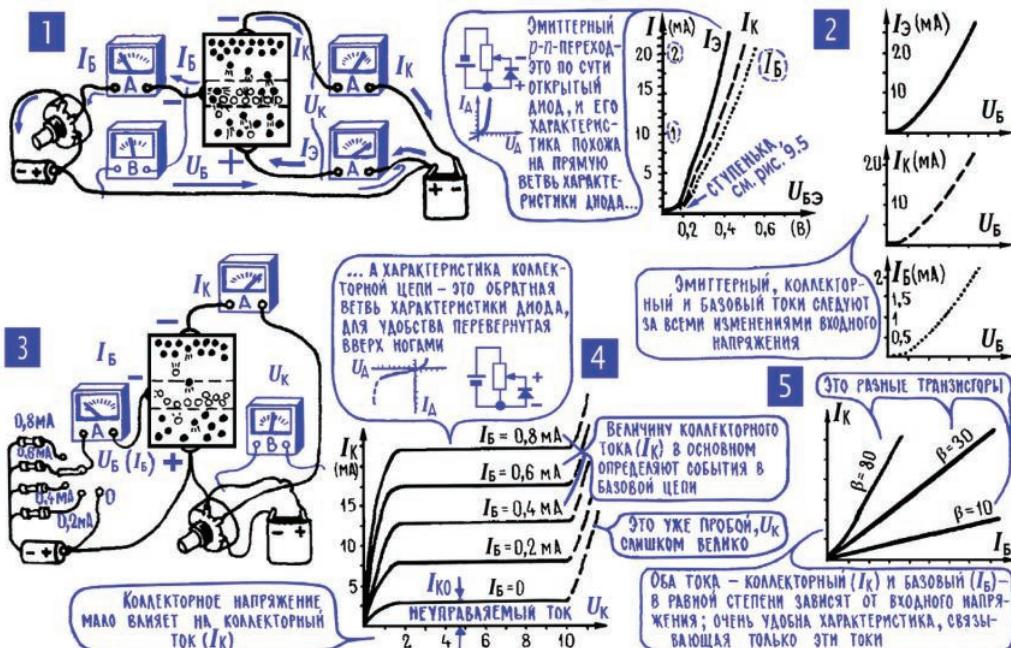
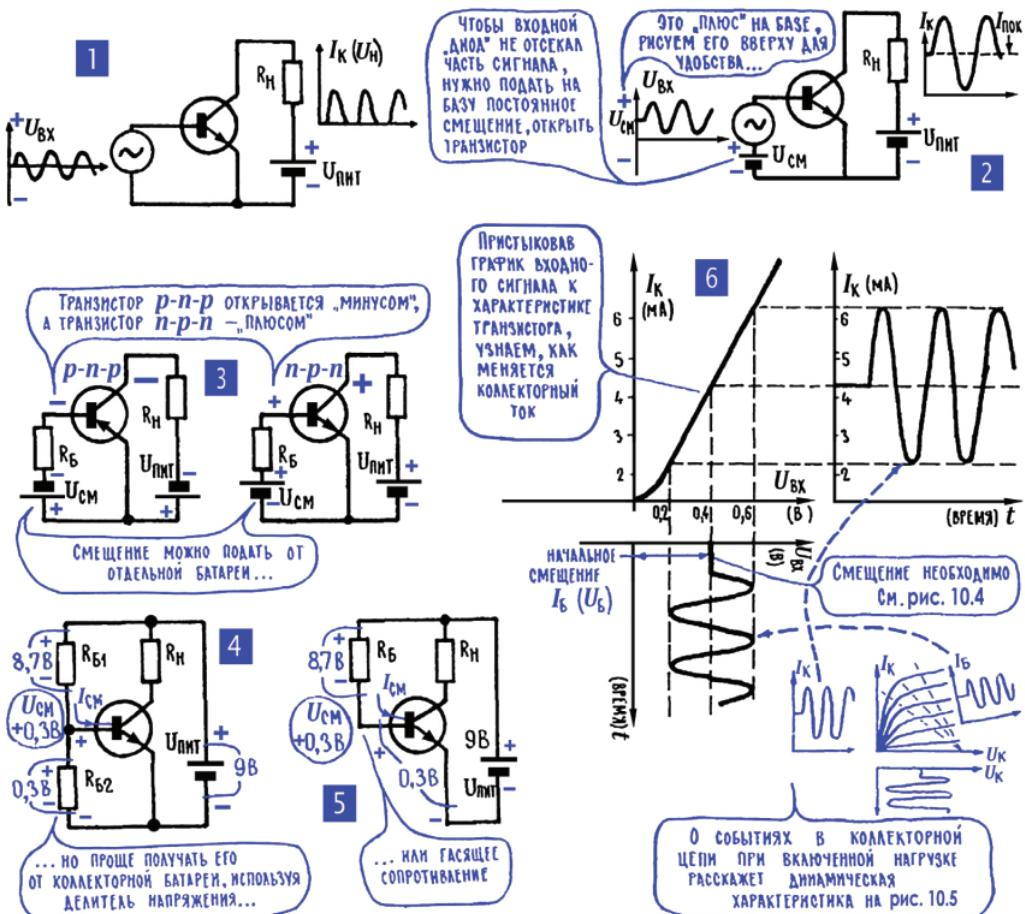
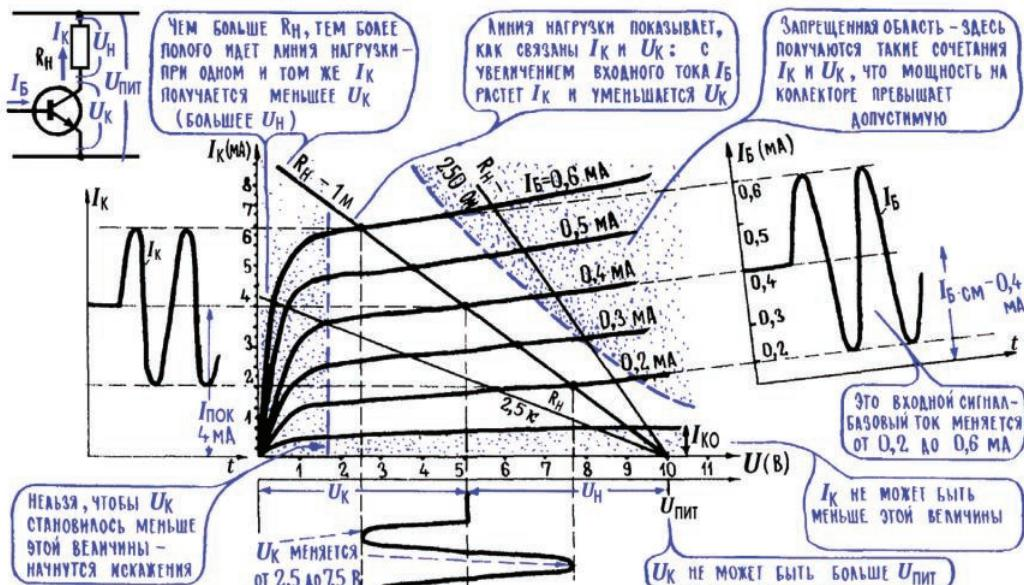
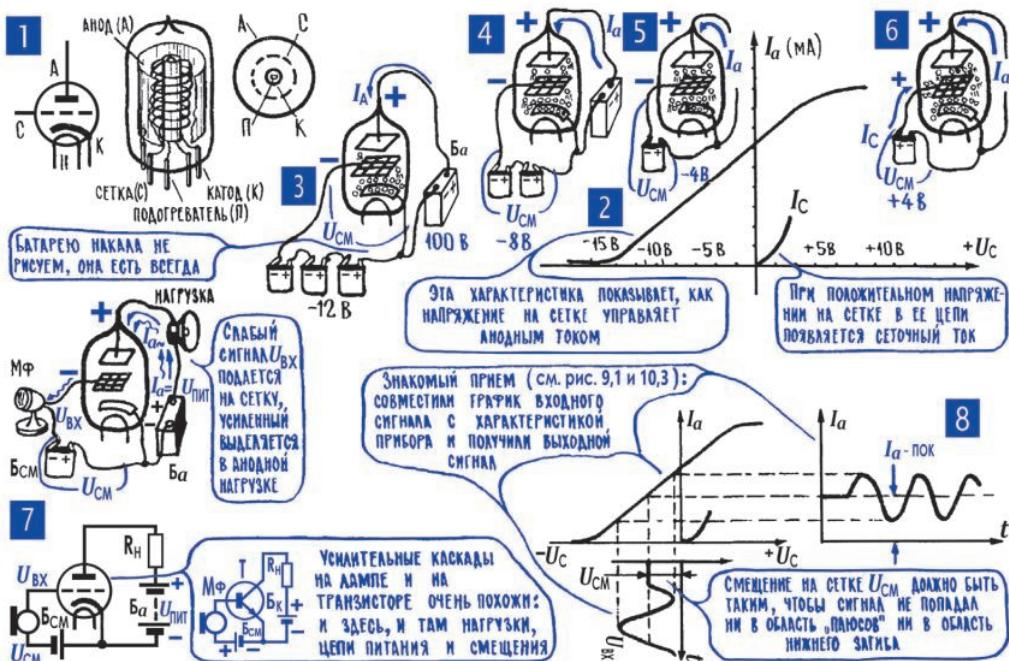

Рис. 10.2. Усилительные функции транзистора
Рис. 10.3. Смещение рабочей точки транзистора
Рис. 10.5. Выходные характеристики транзистора
Рис. 10.7. Электровакуумный триод
Введем несколько обозначений. Все заряды, которые вышли из эмиттера, создают эмиттерный ток  $I_e$  (рис. 10.2; 1), те, что попали в коллекторный переход, создают коллекторный ток  $I_k$ , а те, что сумела захватить база, воспользовавшись своими законными правами, своим «минусом», замыкаются по входной цепи и создают базовый ток  $I_b$ .
**4. О взаимосвязи токов и напряжений в транзисторном усилителе рассказывают его вольт-амперные характеристики.** Зависимость общего тока  $I_s$  в эмиттерном  $p-n$ -переходе от приложенного к нему напряжения  $U_b$ , а вместе с ней зависимость базового тока  $I_b$  и коллекторного  $I_k$  от этого напряжения (рис. 10.2; 2) в точности повторяют уже знакомую нам вольт-амперную характеристику диода (рис. 9.5). Строго говоря, только ток  $I_s$  можно считать истинным током через диод, а токи  $I_b$  и  $I_k$  – это лишь его ответвления, его части. Но части, которые в точности следуют за всеми изменениями целого. Поэтому вольт-амперные характеристики для токов  $I_b$  и  $I_k$  почти в точности повторяют вольт-амперную характеристику для тока  $I_s$ , и если их построить в определенных масштабах (одинаковым
отрезкам на вертикальной оси соответствуют разные значения токов), то все три характеристики будут почти неотличимы (рис. 10.2; 2).
На основе последних двух характеристик можно построить еще одну – она покажет, как зависит коллекторный ток от базового (рис. 10.2; 5), то есть ток  $I_k$ , в котором отражен выходной сигнал, от тока  $I_b$ , в котором отражен входной сигнал. Эта характеристика пойдет тем круче, чем больше коэффициент усиления по току  $\beta$  – одному и тому же изменению базового (входного) тока при разных  $\beta$  будут соответствовать разные изменения коллекторного (выходного) тока.
Нетрудно построить вольт-амперную характеристику и для коллекторного  $p-n$ -перехода. Нужно только помнить, что на коллектор подается «минус» (в  $p-n-p$ -транзисторе), что коллекторный переход работает в режиме диода, включенного в обратном направлении, запертого. Вольт-амперная характеристика коллекторной цепи (рис. 10.2; 4) – это есть обратная ветвь вольт-амперной характеристики диода (рис. 9.5), для удобства лишь перевернутая «вверх ногами». На этой характеристике целое семейство кривых – они относятся к нескольким значениям тока в эмиттерном  $p-n$ -переходе.
**Примечание редактора.** Во избежание недоумений читателя необходимы пояснения по поводу часто и далее упоминаемого автором напряжения база–эмиттер как управляющего током коллектора. В теоретических источниках [1–4] неоднократно подчеркивается, что напряжение эмиттер–база не может выйти за пределы прямого падения напряжения на  $p-n$ -переходе (0,6–0,7 В), так как базовый переход представляет собой диод, включенный в прямом направлении. В этом легко убедиться и на практике, просто померив напряжение база–эмиттер на правильно включенном открытом транзисторе (например, по схеме на рис. 10.13; 1 при верхнем положении переключателя К1). Если вы попытаетесь подать на базу в таком включении напряжение, например, 2 В от достаточно мощного источника, то базовый переход просто выгорит; если ток каким-то образом ограничить (например, резистором, как на рис. 10.3; 5 или том же рис. 10.13; 1), то напряжение установится все равно на уровне 0,6–0,7 В. О каком же управлении коллекторным током с помощью напряжения на базе можно говорить?
**5. Во избежание искажений нужно создать в базовой цепи некоторый начальный ток – ток смещения.** Пристыковав к одной из входных вольт-амперных характеристик транзистора (рис. 10.2; 2) график переменного напряжения, которое нужно усилить, график слабого усиливаемого сигнала, можно получить график его мощной копии, график изменения коллекторного тока. Первая же попытка выполнить такую операцию сталкивает нас с чрезвычайно неприятным явлением, которого, между прочим, следовало ожидать: под действием переменного напряжения во входной цепи транзистора идет не переменный, а пульсирующий ток (рис. 10.3; 1), так же, как шел пульсирующий ток в цепи полупроводникового диода (рис. 9.6). И поэтому в процессе усиления мы до неузнаваемости исказим слабый сигнал, что, мягко говоря, весьма нежелательно. Без подробного анализа обстановки сразу же предложим верный способ борьбы с такими искажениями сигнала: к входной цепи транзистора вместе с усиливаемым сигналом нужно подвести еще некоторое постоянное напряжение, создать некоторый ток смещения. И подобрать этот ток смещения нужно с таким расчетом, чтобы сигнал на входе транзистора, с одной стороны, не переходил опасную границу допустимого прямого тока базы, а с другой – не попадал в область запирающих напряжений, в область «минуса» на базе *n-p-n*-транзистора (рис. 10.3; 2). Устанавливая начальное смещение, очень часто приходится поглядывать и на допустимый коллекторный ток, его тоже нельзя превышать.
**6. Смещение на базу легко подать от коллекторной батареи.** Существуют разные способы введения в базовую цепь постоянного тока смещения  $I_{\text{см}}$ . Можно для этого использовать отдельную батарею (рис. 10.3; 3), а можно подать на базу необходимое постоянное напряжение от коллекторной батареи. Чтобы открыть эмиттерный переход, на базе относительно эмиттера в  $n-p-n$ -транзисторах должен быть «плюс» (чтобы появился постоянный ток  $I_{\text{см}}$  между базой и эмиттером, должно появиться постоянное напряжение  $U_{\text{см}}$ ). Но коллекторная батарея тоже дает «плюс» относительно эмиттера – этот «плюс» как раз и подается на коллектор. Коллекторное напряжение, если можно так сказать, имеет удачную полярность, чтобы по совместительству использовать его для подачи положительного смещения на базу.
Можно попробовать сделать это с помощью делителя (рис. 10.3; 4), который в нужное число раз уменьшает напряжение – на коллектор подается несколько вольт, а смещение на базе составляет доли вольта. Более простой и надежный способ подачи смещения – «минус» попадает на базу через гасящий резистор  $R_b$  (рис. 10.3; 5). Ток базы, проходя по этому резистору, создает на нем значительное падение напряжения, и на базе остается малая часть коллекторного напряжения. Чем меньше сопротивление гасящего резистора  $R_b$ , тем меньшая часть коллекторного напряжения теряется на нем, тем больше отпирающий «плюс» на базе. Об этом можно сказать и иначе: входное сопротивление эмиттерного перехода мало (транзистор открыт), а последовательно с ним включено  $R_b$  со сравнительно большим сопротивлением. И поэтому именно  $R_b$  определяет ток в цепи (рис. 4.5): чем меньше  $R_b$ , тем больше этот ток, который для транзистора служит начальным током смещения.
2 А именно – до нарушения условия нахождения постоянного напряжения коллектора (рабочей точки, напряжения смещения) в пределах линейного участка характеристики (см. рис. 10.3; 6 и рис. 10.5 далее). Более подробные пояснения см. в разделе 22 этой главы.
На вольт-амперной характеристике коллекторной цепи (рис. 10.5) есть дугообразная линия, граница допустимой мощности. Эта линия появилась как результат простых арифметических операций: определялись такие пары тока  $I_K$  и напряжения  $U_K$ , при которых  $P_k = I_k \cdot U_k$  не превышает допустимую мощность  $P_{\text{k,доп}}$ . Точно такая же граница допустимых токов и напряжений может быть построена для любого реального транзистора.
Особенно неприятен обратный ток коллекторного  $p-n$ -перехода  $I_{kbo}$ . На рис. 10.5 отмечен некий ток  $I_{ko}$ , который течет через транзистор даже тогда, когда он полностью закрыт (база соединена с эмиттером, ток базы равен нулю). Это следствие как раз наличия обратного тока коллектора, и самое неприятное не то, что он есть, а то, что он сильно зависит от температуры (см. табл. 10.1). Появление собственных носителей, собственных свободных зарядов, связано только с тепловыми движениями атомов в кристаллической решетке полупроводника (гл. 9; 5). И чем выше температура, тем энергичнее эти движения, тем больше становится собственных носителей. Изменяясь с температурой, обратный ток коллектора может влиять на работу всего усилителя, и поэтому стараются, чтобы ток  $I_{kbo}$  был как можно меньше.
У маломощных кремниевых транзисторов температурная зависимость тока  $I_{kbo}$  даже немного выше, чем у германиевых (увеличение примерно в 10 раз на каждые 30°), но сама абсолютная величина тока ничтожна – при комнатной температуре составляет доли микроампера и даже при повышенной не превышает единиц микроампер (см. табл. 10.1) (почему так, легко понять, если сравнить собственные проводимости германия и кремния, см. гл. 9; 5). Поэтому в схемах с кремниевыми транзисторами наличие обратного тока коллектора можно спокойно игнорировать: величина  $I_{ko}$ , показанная на рис. 10.5, для них настолько мала, что ее невозможно изобразить в нормальном масштабе. Единственное, что осталось в практике с тех времен: рекомендация «на всякий случай» не включать питание транзисторов с никда не подключененной («оборванной») базой. Действительно, для мощных транзисторов величина  $I_{kbo}$  может быть достаточно велика для того, чтобы основательно «саморазогреть» транзистор (см. данные КТ818Б/КТ819Б в табл. 10.1: 10 мА ( $I_{kbo}$  при 100°) · 100 В ( $U_{kz, доп}$ ) = 1 Вт!).
Следующий шаг – введем в лампу еще один, третий электрод, так называемую управляющую сетку, и поставим ее на пути анодного тока. Название «сетка» идет с далеких времен, когда сетка действительно была сеткой; в обычных лампах это спираль, окружающая катод на небольшом расстоянии от него (рис. 10.7; 1). Управляющая сетка превращает диод в трехэлектродную усилительную лампу – триод. Кстати, транзистор первоначально называли полупроводниковым триодом, у него тоже три электрода, три рабочие зоны – эмиттер, база, коллектор.
Сетка расположена близко к катоду, и напряжение на ней очень сильно влияет на анодный ток – «плюс» на сетке подтягивает электроны, увеличивает число свободных электронов, вырвавшихся из облачка вблизи катода и отправившихся в далекое путешествие к аноду (рис. 10.7; 6). «Минус» на сетке, наоборот, отталкивает электроны к катоду, уменьшает анодный ток (рис. 10.7; 3, 4, 5). Одним словом, усиливаемый сигнал  $U_{BX}$ , действуя с командного пункта трехэлектродной лампы, с сетки, управляет анодным током  $I_a$ , а тот, проходя по нагрузке  $R_H$ , выделяет в ней мощную копию усиливаемого сигнала (рис. 10.7; 7). Можно рассказать об этом и другими словами: усиливаемый сигнал меняет число зарядов, которые реально могут двигаться к аноду, а значит, меняет внутреннее сопротивление лампы  $R_a$  (рис. 10.7; 8). Однако с какой стороны ни посмотришь на события в усилительной лампе, одно остается бесспорным – энергию на создание «мощной копии» дает анодная батарея.
**12. На управляющую сетку обычно подается отрицательное смещение.** О событиях в лампе лучше всего могут рассказать ее характеристики, в частности анодно-сеточная, она показывает, как анодный ток зависит от напряжения на сетке (рис. 10.7; 2). Обратите внимание: при положительных напряжениях на сетке, кроме анодного, появляется еще и сеточный ток  $I_c$ . Появляется он потому, что, несмотря на «прозрачность» сетки,
Имея опыт с выбором рабочей точки транзистора (рис. 10.3), мы легко найдем, как избавить лампу от сеточных токов: для этого достаточно вместе с сигналом подать на сетку (относительно катода) некоторое отрицательное постоянное смещение, некоторый «минус» (рис. 10.7; 8).
Напряжение  $U_{cm}$  – не что иное, как вспомогательное отрицательное смещение на сетку: «минус» этого напряжения (относительно катода) через  $R_c$  подается на сетку и смешает влево рабочую точку на характеристике лампы, избавляет каскад от сеточных токов (рис. 10.7). Удачная полярность напряжения  $U_{cm}$  получается потому, что анодный ток  $I_a$  течет от «плюса» к «минусу», от анода к катоду.
несколько десятков или сотен раз (зависит от транзистора). Пример такого расчета:  $R_{61} = 110 \text{ кОм}$ ;  $R_{62} = 10 \text{ кОм}$ ;  $R_3 = 1,0 \text{ кОм}$ ;  $R_h = 10 \text{ кОм}$ ;  $C_3 = 10 \text{ мкФ}$ . Легко проверить, что при таких параметрах рабочая точка транзистора (напряжение на коллекторе в состоянии покоя) не зависит от напряжения питания, если оно выше примерно 6–7 В, и всегда будет лежать примерно на половине напряжения питания (как на рис. 10.5).